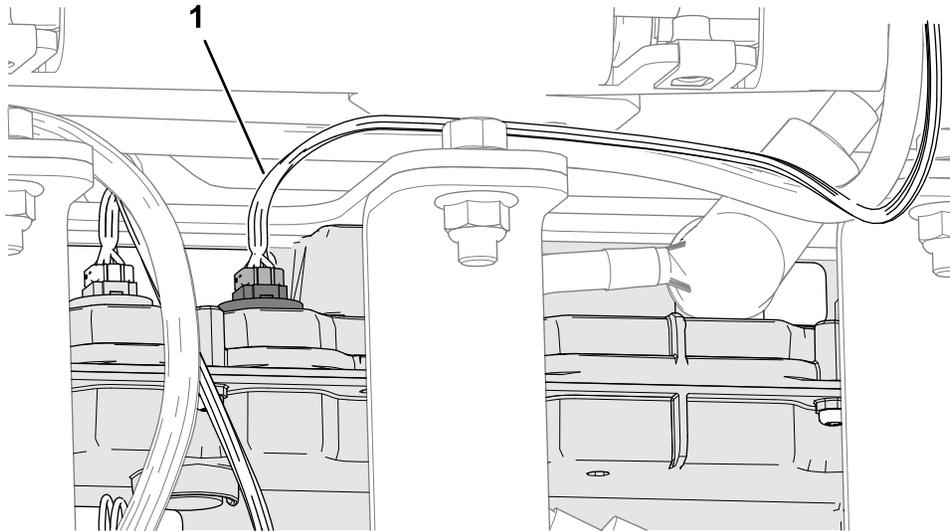

Bild 26
- Schließen Sie das verbleibende Ende des Datenschnittstellenkabelbaums (63,5 cm oder 25") an den oberen Akkuanschluss, wie gezeigt in Bild 26.